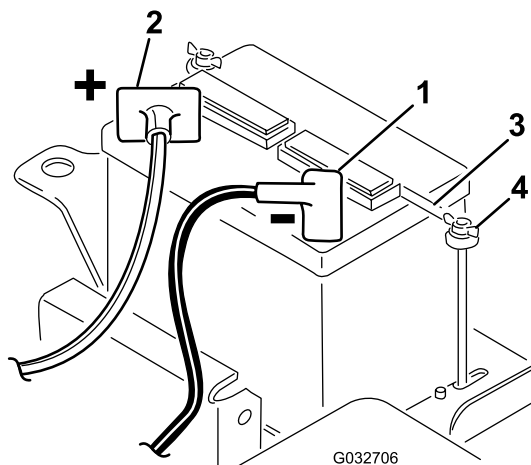

Figura 5
2. Ligue o cabo positivo da bateria (vermelho) a partir do solenóide de arranque ao pólo positivo (+) da bateria (Figura 5). Prenda com um parafuso de carroçaria e uma porca.
5. Instale a braçadeira da bateria bem como as anilhas e fixe-as com as porcas (Figura 5).